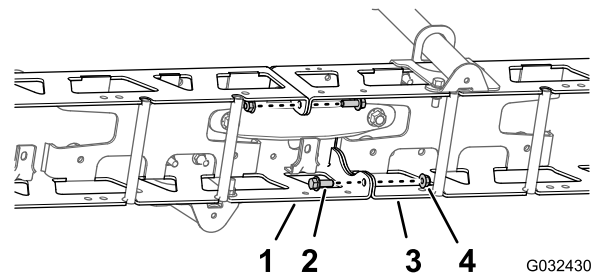

图50
1. 拧下用于固定左右桁架框架的垂直法兰的 2 个凸缘头螺栓 3/8 x 1 英寸和 2 个凸缘锁紧螺母 3/8 英寸 图50。